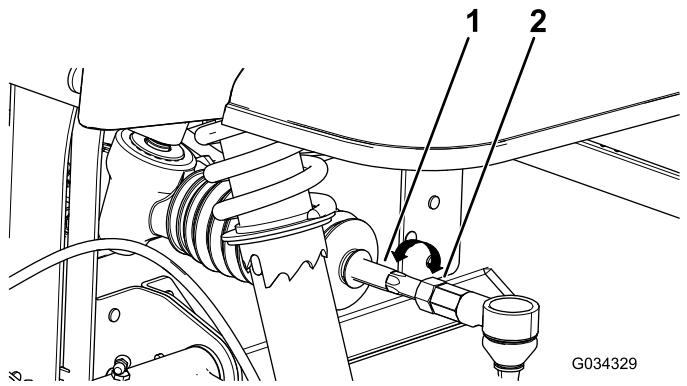

Figura 48
4. Si la distancia no es de 0 ± 3 mm, afloje las contratuerzas en el extremo exterior de las bielas (Figura 48).